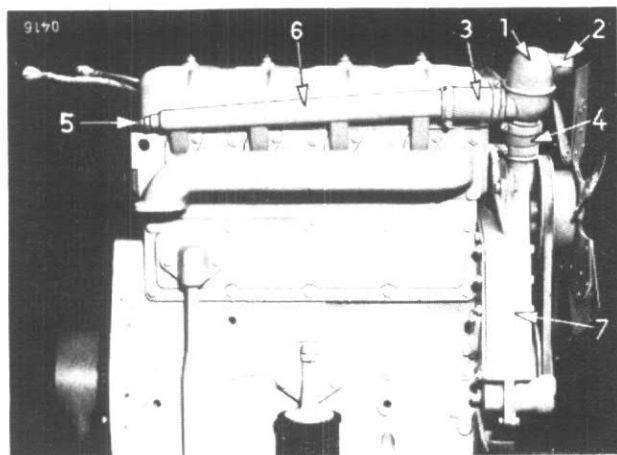

Figure 191
Pour déposer le thermostat (1) fig. 191, desserrez les colliers des durites raccords (3) et (4).